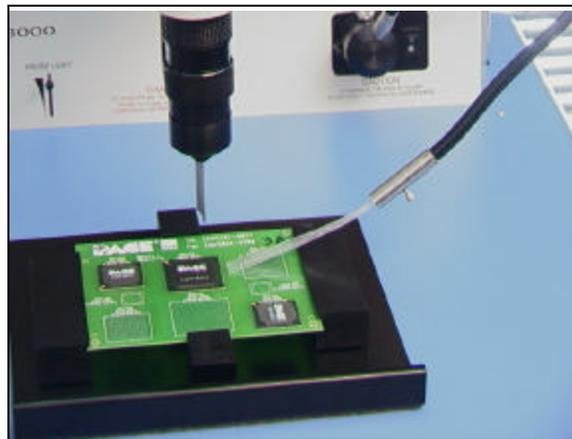

Abb. 17. Positionieren der biegsamen Faserleuchte (mit Kunststofffasersonde)
- i. Positionieren Sie die biegsame Faserleuchte an der der starren Sonde gegenüber liegenden Seite der Komponente (siehe Abb. 17). Auf diese Weise erhalten Sie Gegenlicht, was die Darstellung auf dem Bildschirm noch weiter verbessert.